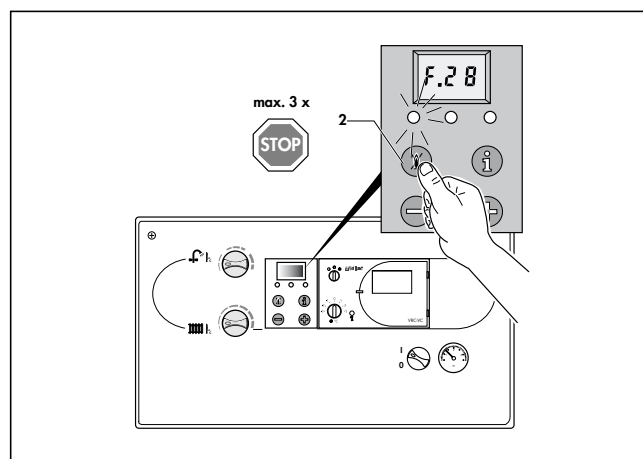

Fig. B.12
- Dans ce cas, appuyez sur le bouton de déverrouillage (2, fig. B.12) et maintenez-le enfoncé pendant 1 seconde environ.